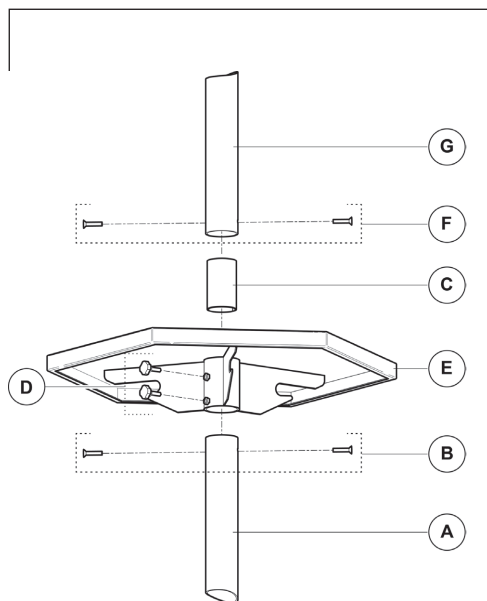

Fig. 1
1. Inserir a mesinha (E) no tubo (A). Em seguida, montar os dois tubos (A) e (G), por meio do acoplamento (C) e de parafusos (B) e (F). Finalmente, trazer a mesinha até a junção dos dois tubos e apertar os botão com parafuso (D) (fig. 1).